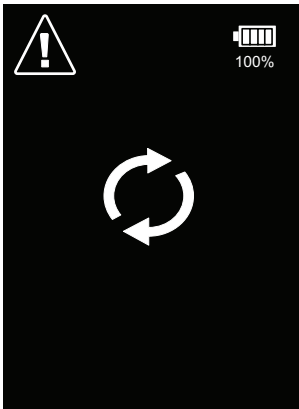

Fig. 16: Schermata del messaggio Sensor clearing (Azzeramento del sensore)
- Rimuovere il sensore tirandolo delicatamente fuori dalla presa (vedere la Fig. 16). Non ruotare il sensore mentre lo si rimuove.
- Riposizionare il sensore allineando la tacca di scanalatura del sensore con il rilievo sul supporto della presa del sensore (vedere la Fig. 16).
- Rimuovere il nuovo sensore (che comprende punta e filtro nuovi) dalla confezione e posizionarlo allineando la tacca di scanalatura del sensore con il rilievo sul supporto della presa del sensore (vedere la Fig. 16).
- Rimuovere il vecchio sensore tirandolo fuori dalla presa (vedere la Fig. 16). Non ruotare il sensore mentre lo si rimuove.